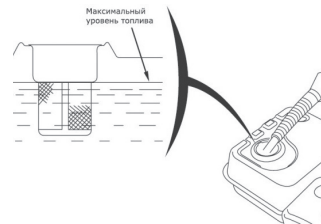

Рис. 6
8. Откройте крышку горловины топливного бака и долейте при необходимости топливо в бак. Случайно пролитое топливо аккуратно соберите чистой ветошью (Рис. 6);